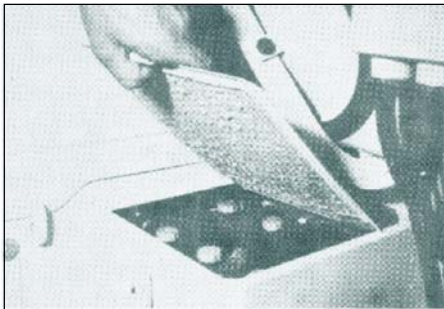

Fig 5-25. Retirada da bateria
(4) a montagem da placa de deflexão superior se opera no sentido inverso. Na hora da substituição desta placa, a borda deve ser colocada em suas guias; (Fig 5-25)
(5) após a abertura do retentor, elevar ligeiramente a tampa, puxá-la para frente; e